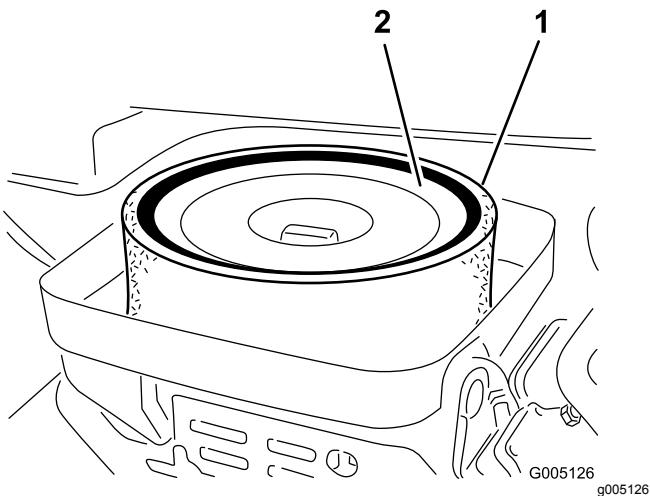

Figura 36
3. Retire la tuerca de orejeta que sujetla los elementos a la carcasa del limpiador de aire (Figura 36).
4. Si el elemento de espuma está sucio, sepárelo del elemento de papel (Figura 36). Límpielo a fondo, de la manera siguiente: